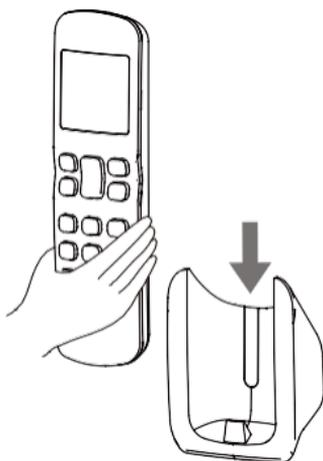

Abbildung 2.5
3) Schieben Sie die Fernbedienung senkrecht nach unten in die Fernbedienungshalterung (siehe Abbildung 2.5).